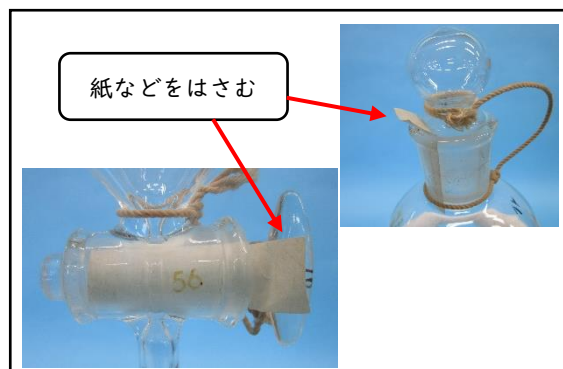

図 22 活栓のしまい方
- 次に使用するとき上の方の栓や下の活栓が取れなくならないように、上の栓や下の活栓に紙などをはさんでおくといいです(図 22)。